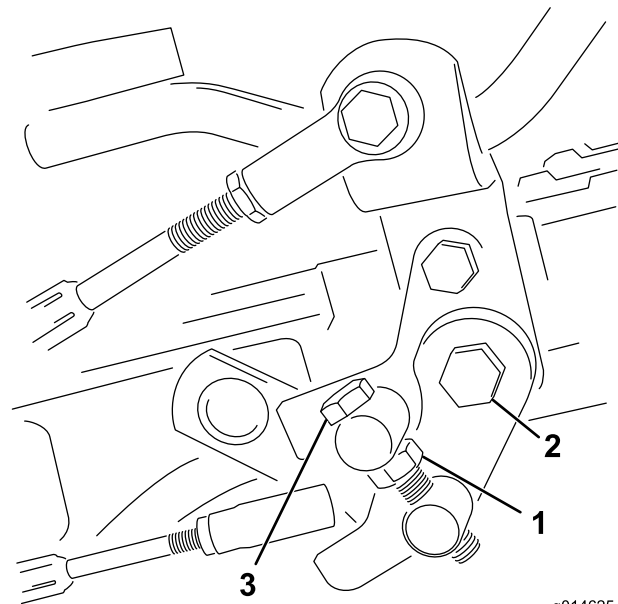

図 39
1. トラニオンボルトのジャムナットをゆるめる 図 39。
4. トラニオンボルトのジャムナット、およびペダルピボットのナットを締め付けて調整を固定する 図 39。調整を確認し、必要に応じて再調整する。